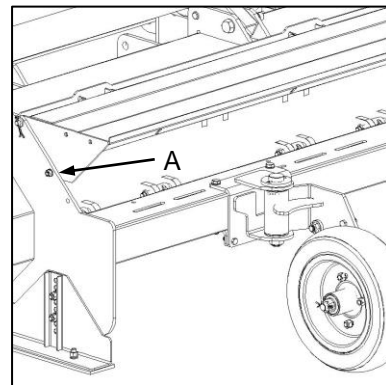

Fig. 4
- ✔ Lift the discharge chute and secure it in position by using the alternative hole available at each end (Fig. 4-A).
- ✔ Lig die afvoergeut op en bout dit vas deur van die alternatiewe gat aan elke ent gebruik te maak (Fig. 4-A)